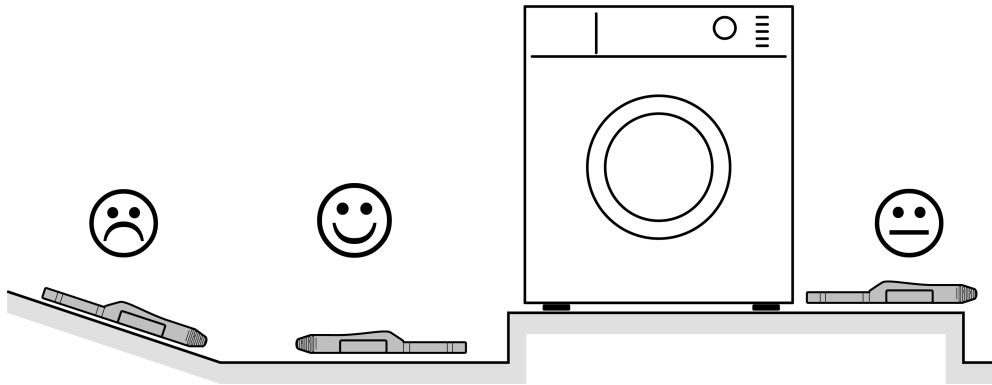

Bild 6: Geeignete und ungeeignete Montageorte
- i** Gerät nicht auf abschüssige Oberflächen, Erhöhungen oder Sockel platzieren (siehe Bild 6).